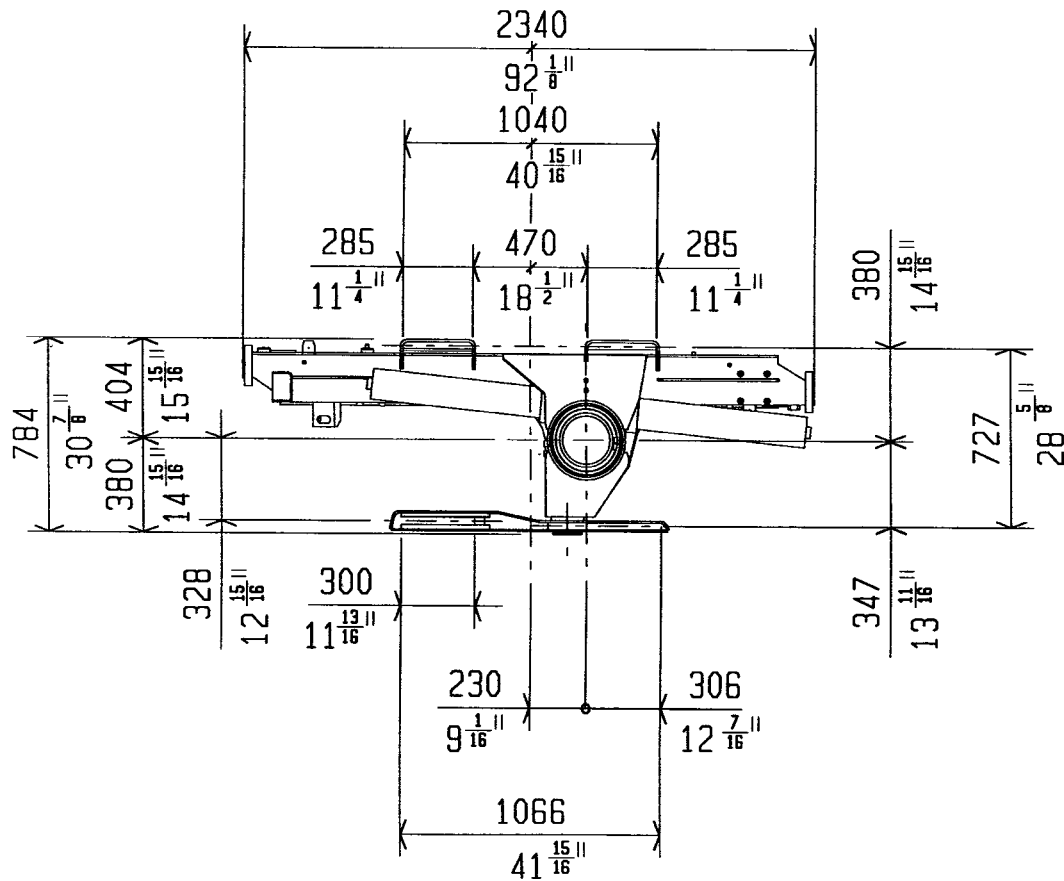

Fig.1-8
1.7.2 DIMENSIONI DI ANCORAGGIO (fig.1-8)
1.7.2 MOUNTING DIMENSIONS (fig. 1-8)